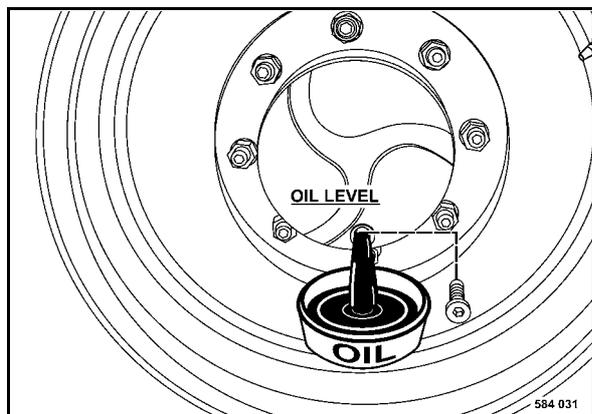

Рис. 170
- Передвинуть ведущее колесо так, чтобы заглушка (Рис. 170) находилась в самой нижней точке.